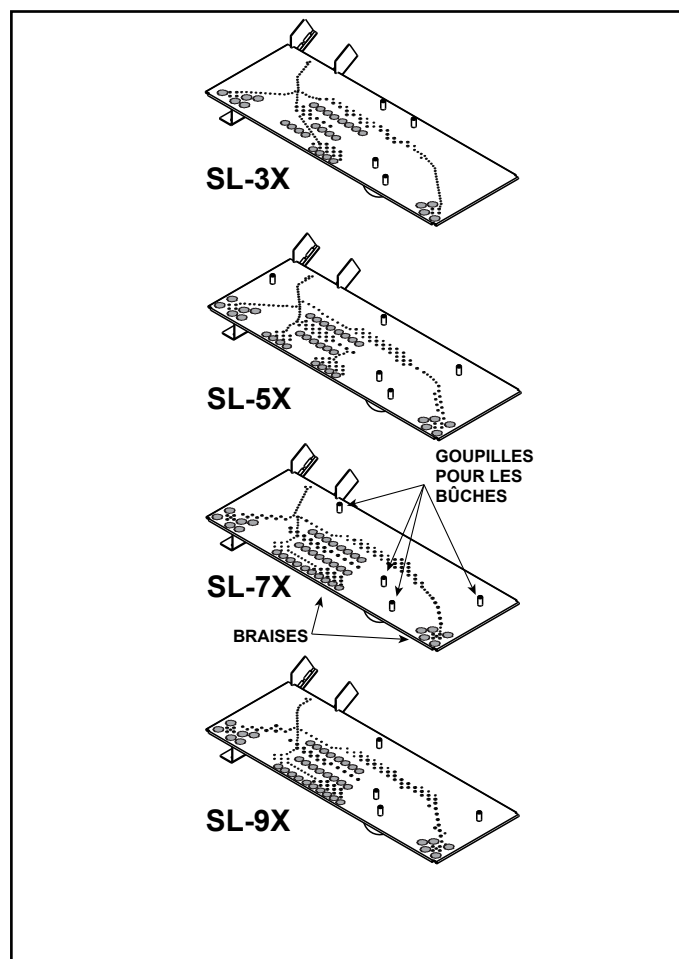

Figure 1 Emplacements de la tige de bûche et de la braise incandescente
La taille et disposition générale du module du brûleur dans la boîte à feu sont très similaires entre chacun des jeux. Cependant, chaque dessus de brûleur comporte différentes configurations d'orifices et de tiges de bûche. Voir la Figure 1 pour l'emplacement des tiges de bûche.
- La bûche arrière gauche, la bûche arrière droite et la petite bûche du brûleur utilisent des goupilles du brûleur pour un positionnement précis. Consultez les Figures 1 et 2.
3. Retirez les braises incandescentes de l'emballage et installez-les comme indiqué à la Figure 1. Il convient de veiller à ne pas placer les braises directement au-dessus des orifices et à éviter d'utiliser une quantité excessive de braises.